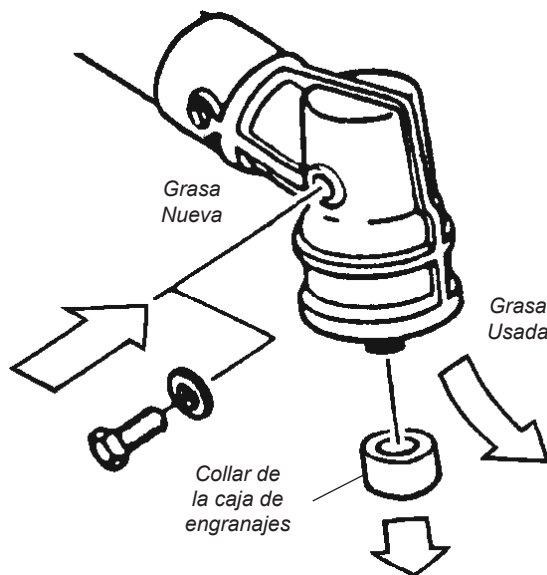

Figura 28
- Retire el accesorio de corte, el soporte del accesorio de corte y el collar de la caja de engranajes. Retire la tuerca del alimentador del costado de la caja de engranajes e introduzca grasa nueva a la caja hasta que la grasa usada salga. Use solamente grasa a base de litio, tal como grasa Shindaiwa para Caja de Engranajes o su equivalente. Consulte la figura 28.